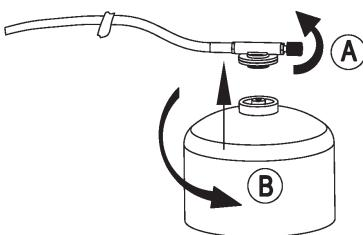

Figure 1
| NL | CONNECTER LA CARTOUCHE DE GAZN (FIGURE 1) .....  | 40      |
**CONNECTER LA CARTOUCHE DE GAZ (FIGURE 1, PAGE 37)**
- FR** (1) Comme le montre la **figure 1-A**, tourner le bouton rotatif ⑪ dans le sens des aiguilles d'une montre jusqu'en butée (la flèche pointe vers "-") pour fermer le raccordement au gaz.
- NL** (2) Vérifier l'état de la bague d'étanchéité ⑤. Si la bague d'étanchéité est endommagée, usée ou manquante, n'utilisez pas l'appareil et contactez un revendeur pour faire remplacer la bague d'étanchéité.
- FI** (3) Vissez fermement la cartouche de gaz (dans le sens antihoraire) et le connecteur de gaz combustible, comme illustré à la **figure 1-B**.
- DK** (4) Placez le gril à gaz et la cartouche de gaz sur la même surface solide et assurez-vous que la conduite de gaz flexible est éloignée du gril à gaz (flamme).